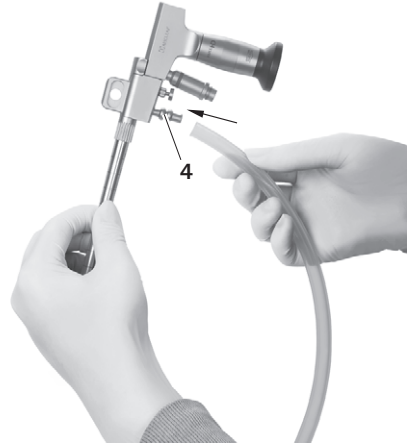

Fig. 20
- ▶ Ligar o tubo de lavagem à conexão de lavagem 4, ver Fig. 20.